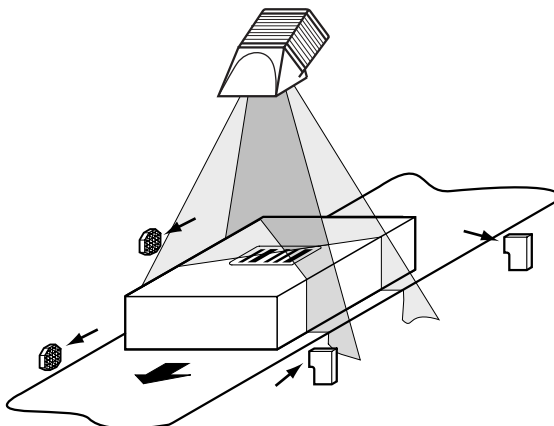

Figure 6.2 : Nettoyage des capteurs optiques externes
- Lors de génération d'impulsions de lecture externe et/ou de détection de hauteur d'objet par capteurs (par ex. cellules à réflexion sur réflecteur), nettoyer également leurs surfaces optiques utiles (Figure 6.2). Des encrassements peuvent induire un comportement de commutation défectueux.